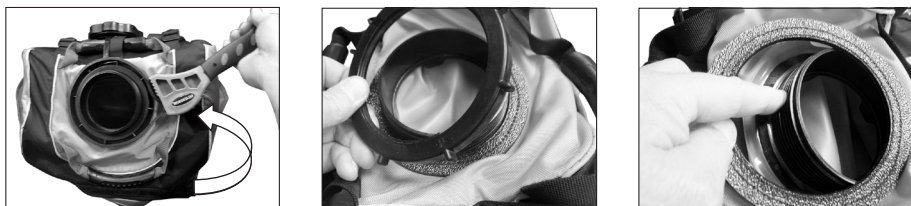

Figura 2.
2. Afloje la tuerca del cuello de llenado girándola en el sentido contrario al de las manecillas del reloj con una llave de correa de caucho, como se muestra en la imagen. Quite la tuerca y empuje el cuello de llenado/forro al interior de la mochila. **(Vea la Figura 2).**